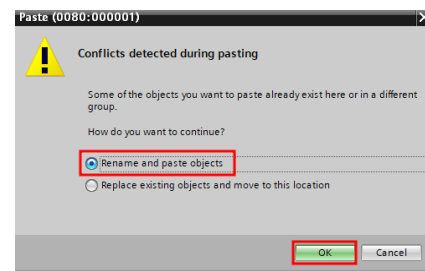

Figure 24: Paste Warning When Adding More Than One ISC CAM PLC tags to a Project
62. 当向项目中添加多个ISC_CAM PLC标签时。在提示时做出正确的选择很重要。将库文件拖到PLC标签项目中时，会打开一个“粘贴”窗口，请确保选择“重命名并粘贴对象”并按“确定”，见图24。这将自动重命名所有标签。